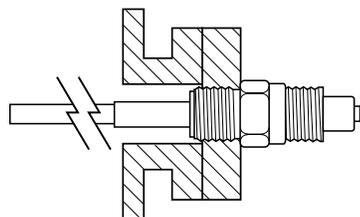

Figura 2
**NOTA:** Se for inevitável uma montagem em bocal, a sonda deve ser instalada com uma bainha de metal inativo no mínimo 1" (25 mm) mais comprida do que o bocal. A bainha é necessária para tornar o comprimento da sonda dentro do bocal insensível à alteração de capacitância. Veja a Figura 2.